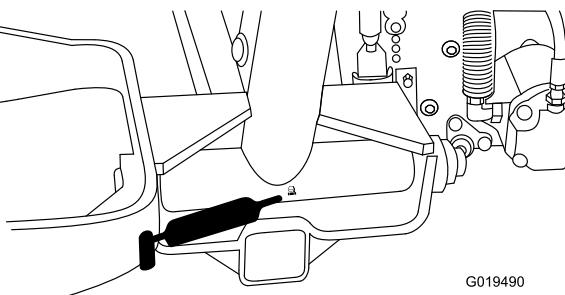

Figura 40
- Articulação do braço de elevação (3) (Figura 40)